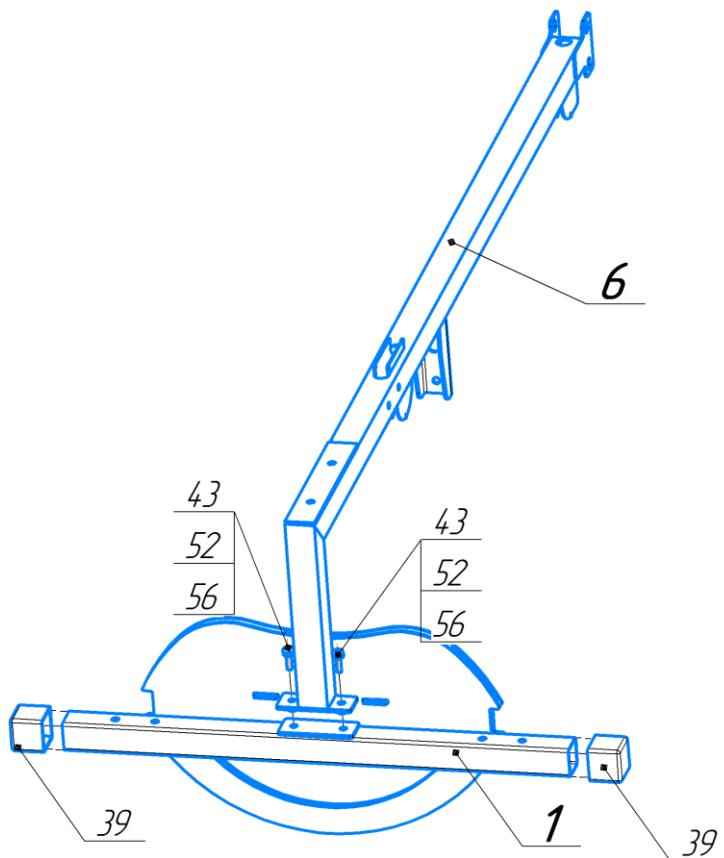

Рис.4. Схема сборки этапа №1
- Состыковать подставку (1) со стойкой комбинированной (6) болтами M10x35 (52) через шайбы (56). Использовать ключ на 17 мм (Г). Наденьте колпачки (43) на каждый болт.
- Установите 2 опорные лапы (39) как показано на рис.4. Используйте молоток (3), забивать следует через деревянный брускок.